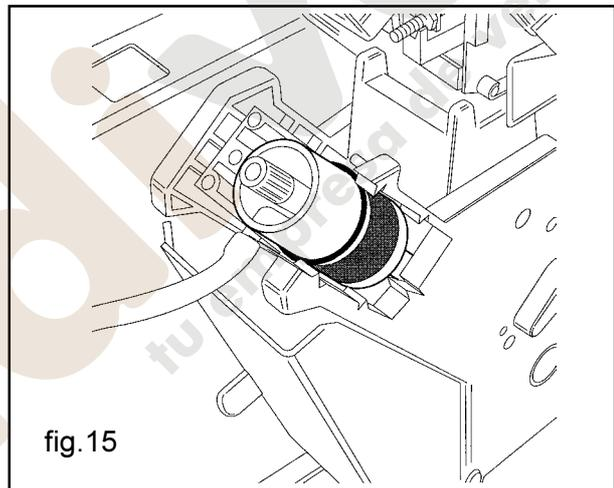

fig.15
- Se activa el motorreductor de rotación del grupo que lo lleva a la posición de suministro y al mismo tiempo comprime la pastilla de café (fig. 15).